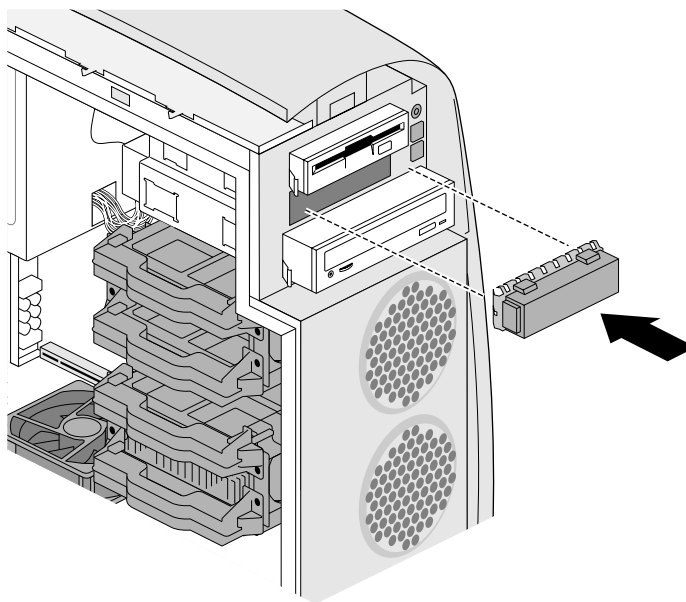

Figura 4-13 Colocando o painel vazio sobre o compartimento da unidade
- Coloque um painel vazio no compartimento da unidade livre, como mostrado na Figura 4-13.